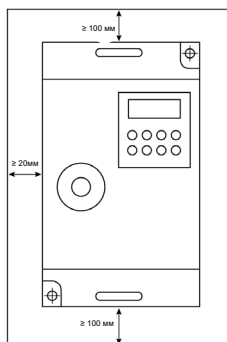

Рис. 3.1 – Требования к минимальным воздушным зазорам
- Для всех типоразмеров допустимое расстояние между ПЧ - 100 мм по вертикали; по горизонтали: для типоразмера 3 - 20 мм, для типоразмеров 1 и 2 – нет строгих требований к размещению по горизонтали (см рис. 3.1).